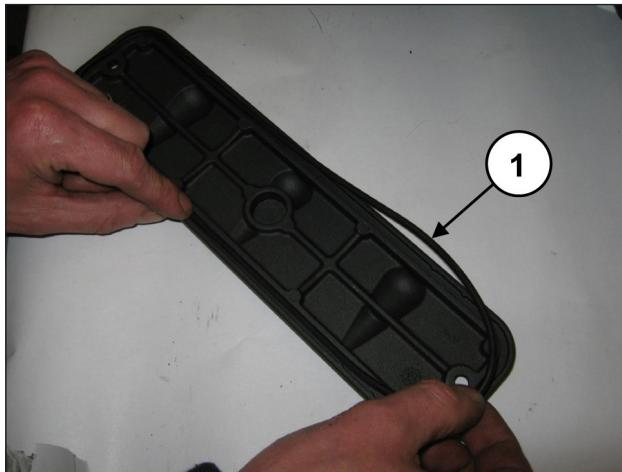
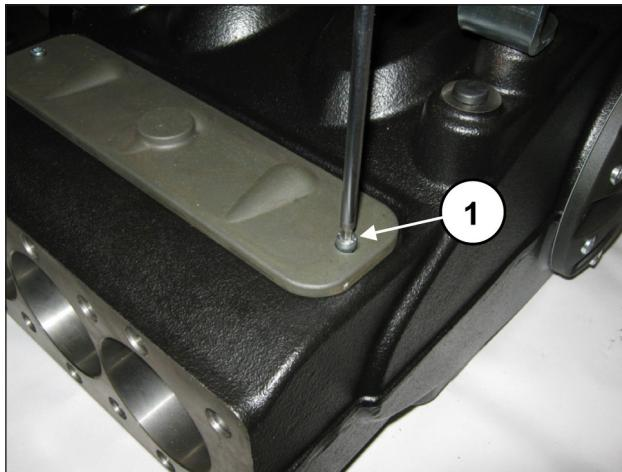

图 160
图 161
在检测盖上插入O形圈(位置①, 图 160)并安装检测盖, 可使用2+2螺丝M6x14(位置①, 图 161)。